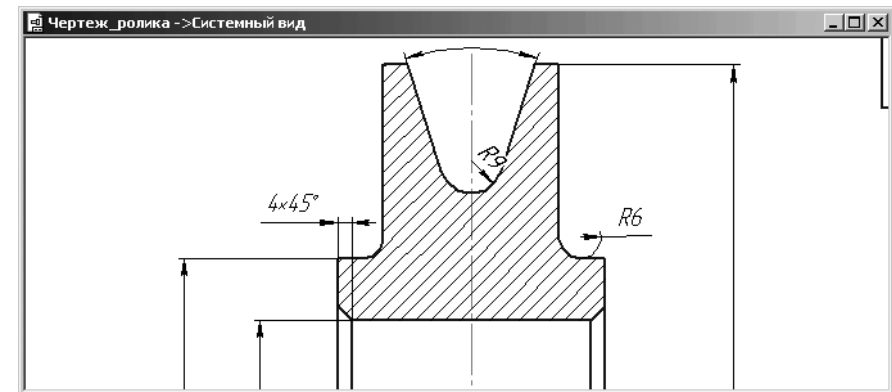

Рис. 4.59. Результат вставки дополнительного текста в размерную надпись фаски
- щелкните вне размера фаски для снятия с него выделения. Это состояние показано на рис. 4.59.